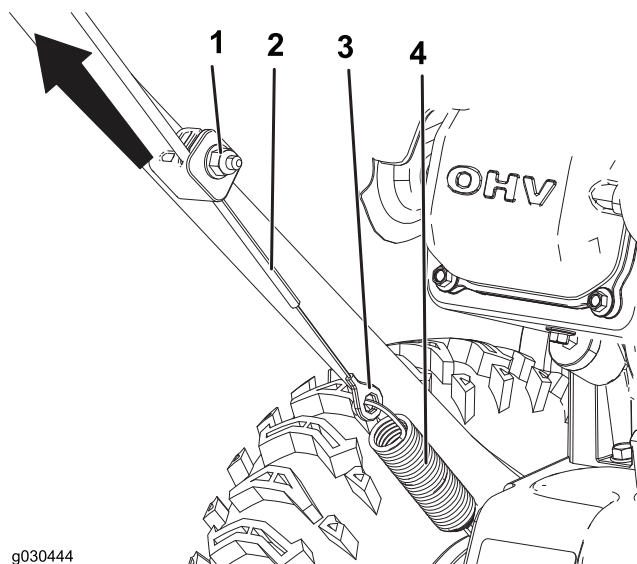

Figure 22
1. Desserrez l'écrou sur le collier inférieur du câble, mais ne le retirez pas (Figure 22).
2. Tirez sur le câble pour le tendre légèrement (Figure 22).
3. Maintenez le câble en place et serrez l'écrou (Figure 22).